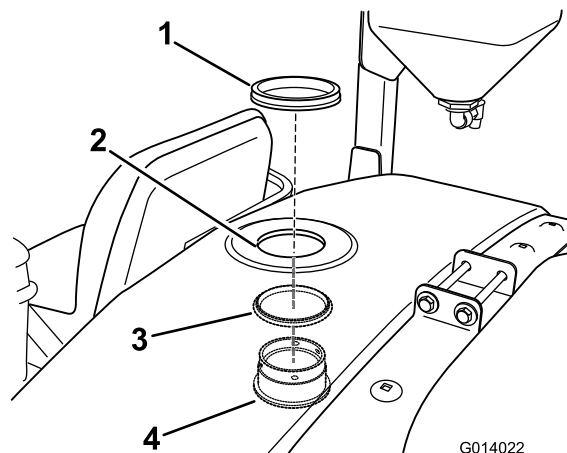

Рисунок 21
2. Установите стакан и уплотнительное кольцо изнутри бака через ранее просверленное отверстие (Рисунок 21).